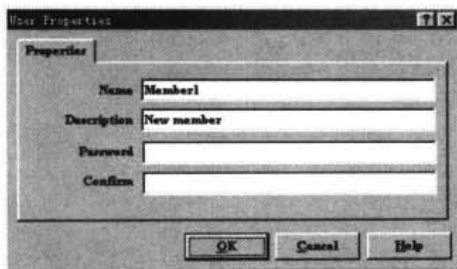

图 2-2 User Properties (用户属性) 对话框
- (3) 系统将弹出 User Properties (用户属性) 对话框, 如图 2-2 所示。